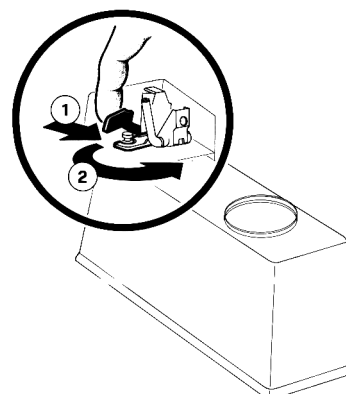

figure 5
- 2 - Enlever le réservoir de l'appareil et le retourner. Tirer (1) le levier de décrochement du robinet et en même temps tourner (2) vers gauche le corps du robinet jusqu'à le décrocher du réservoir avec le couvercle du robinet même (voir figure 5).
Tirer (1) le levier de décrochement du robinet et en même temps tourner (2) vers gauche le corps du robinet jusqu'à le décrocher du réservoir avec le couvercle du robinet même (voir figure 5).
- 1 - Raccrocher le corps et le couvercle du robinet au réservoir avec des opérations inverses aux précédentes DESCRITTE au chapitre 5.3.2.1. LIGNES BS AVEC ROBINET EN CAUTCHOU (vedere figure 5).